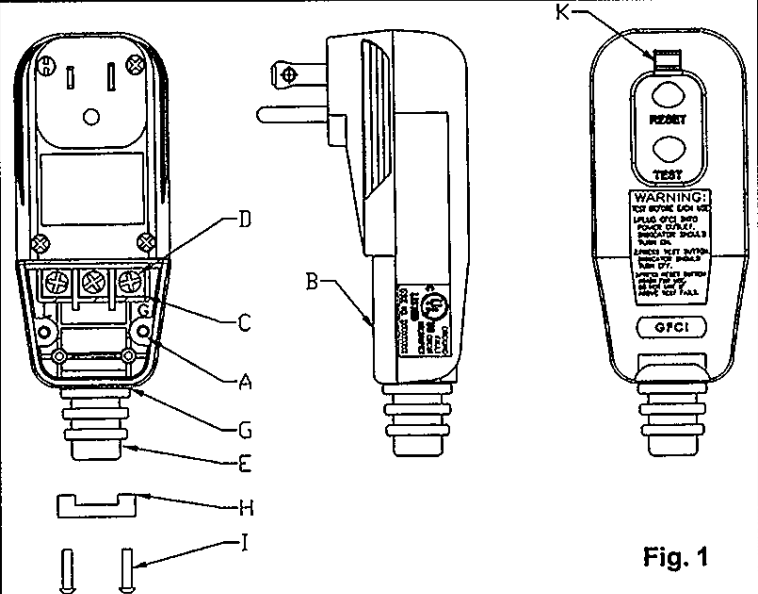

Fig. 1
3. Remove two screws A (Fig. 1).
3. Retirer les deux vis A (Fig. 1).
3. Quitar los dos tornillos A (Fig. 1).